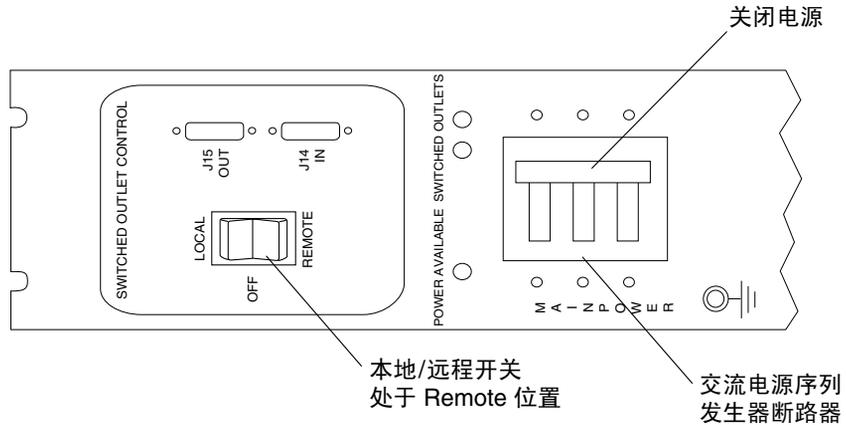

图 B-8 交流电源序列发生器控制面板：关闭
5. 在基本机柜和任何扩充机柜（如果适用）的前下方和后下方，验证 Local/Off/Remote 开关是否处于 Remote 位置（图 B-8）。